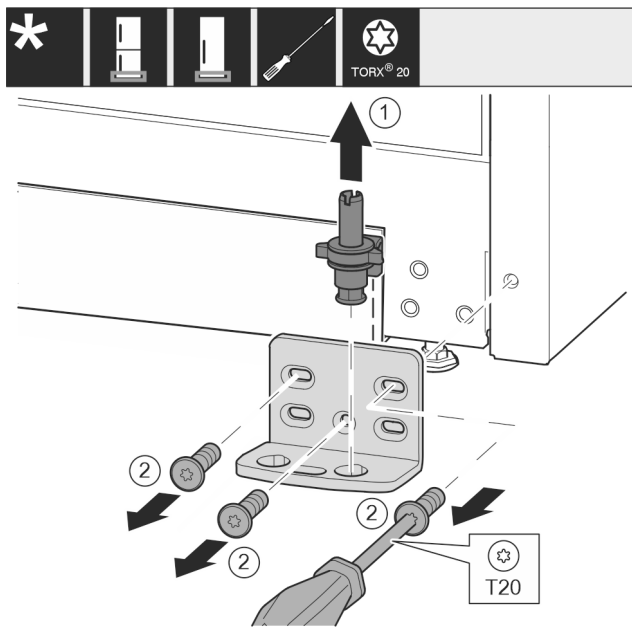

Fig. 15
- ▶ Húzza ki teljesen a csapszeget felfelé. Fig. 15 (1)
- ▶ Csavarja ki a csavarokat a T20 csavarhúzóval, és vegye le a csapágybakot. Fig. 15 (2)